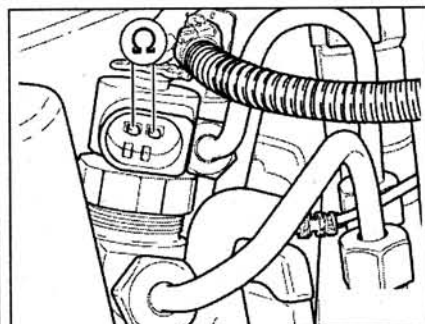

Рис. 3.61. Измерьте сопротивление между контактами разъема проводки форсунки.
2. Измерьте сопротивление между контактами разъема проводки форсунки (рис. 3.61). **Заданное значение:** 0.1-0.6 Ом. Значение сопротивления определяется при температуре 20 °С. При изменении температуры изменяется и сопротивление.